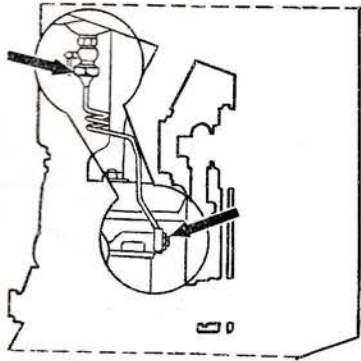

Рис. 4
6. Ключом 22 мм отвернуть нипель бензопровода, а ключом 17 мм — штуцер (рис. 4), снять бензопровод с уплотняющими прокладками.